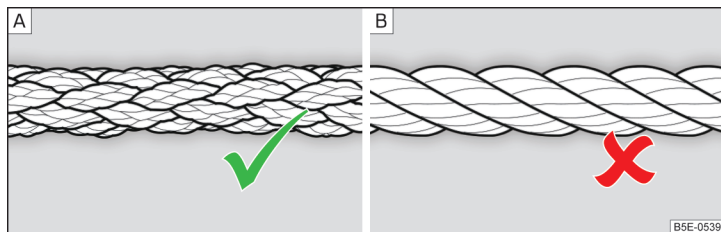

Fig. 215 Cablul de tractare împletit/cablul de tractare înfășurat
Pentru tractarea cu ajutorul unui cablu se va utiliza numai un cablu de tractare din fibre sintetice, împletit » fig. 215 - A » !.
- La tractare nu utilizați cablu de tractare înfășurat » fig. 215 - B, cârligul de tractare s-ar putea desface la autovehicul - există pericol de accident.